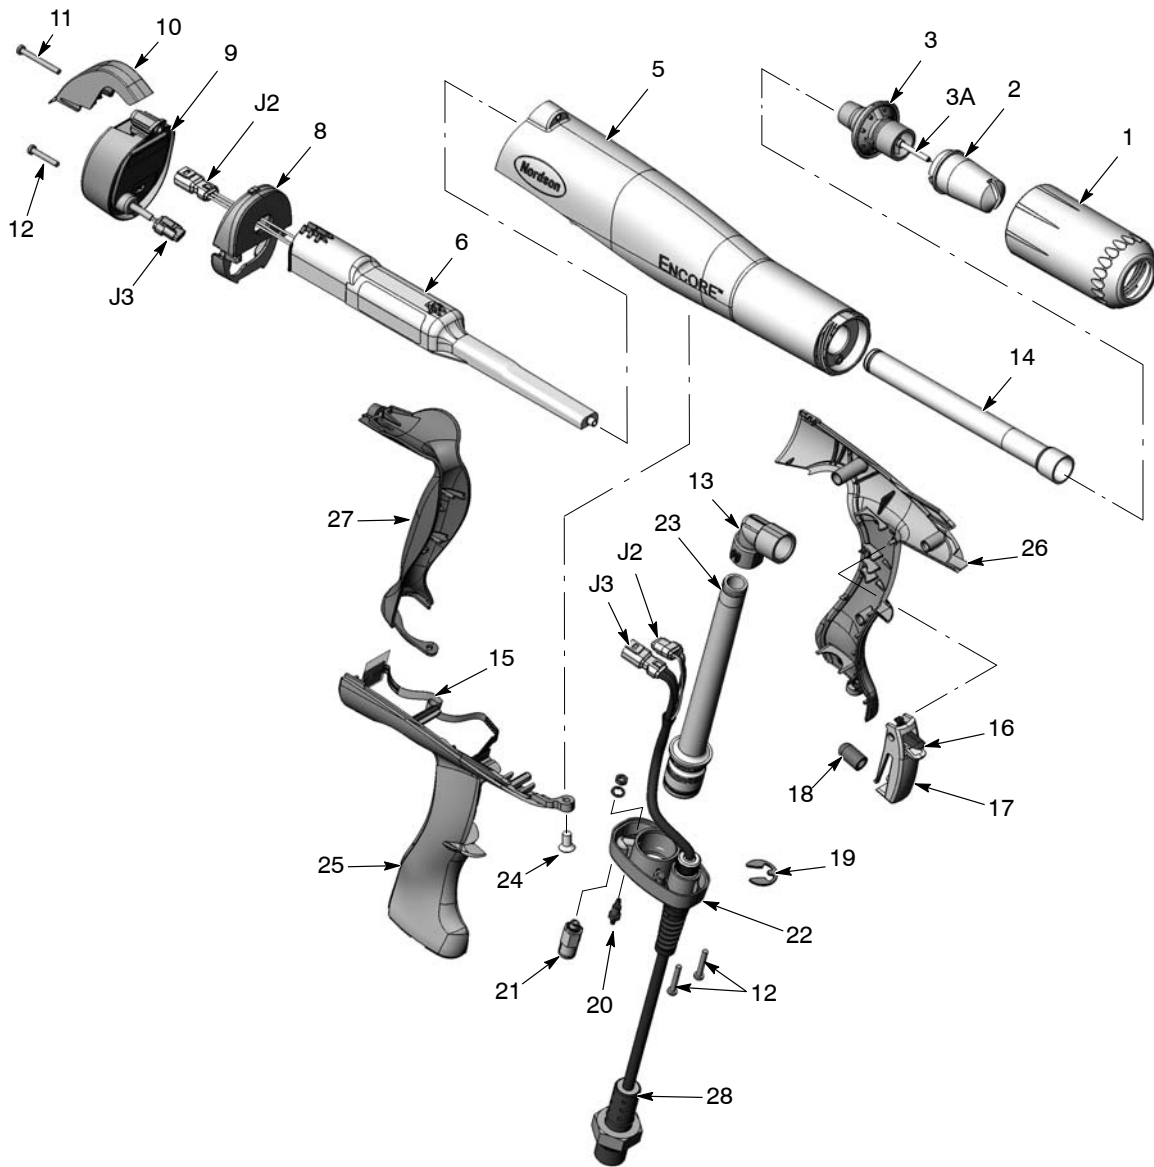
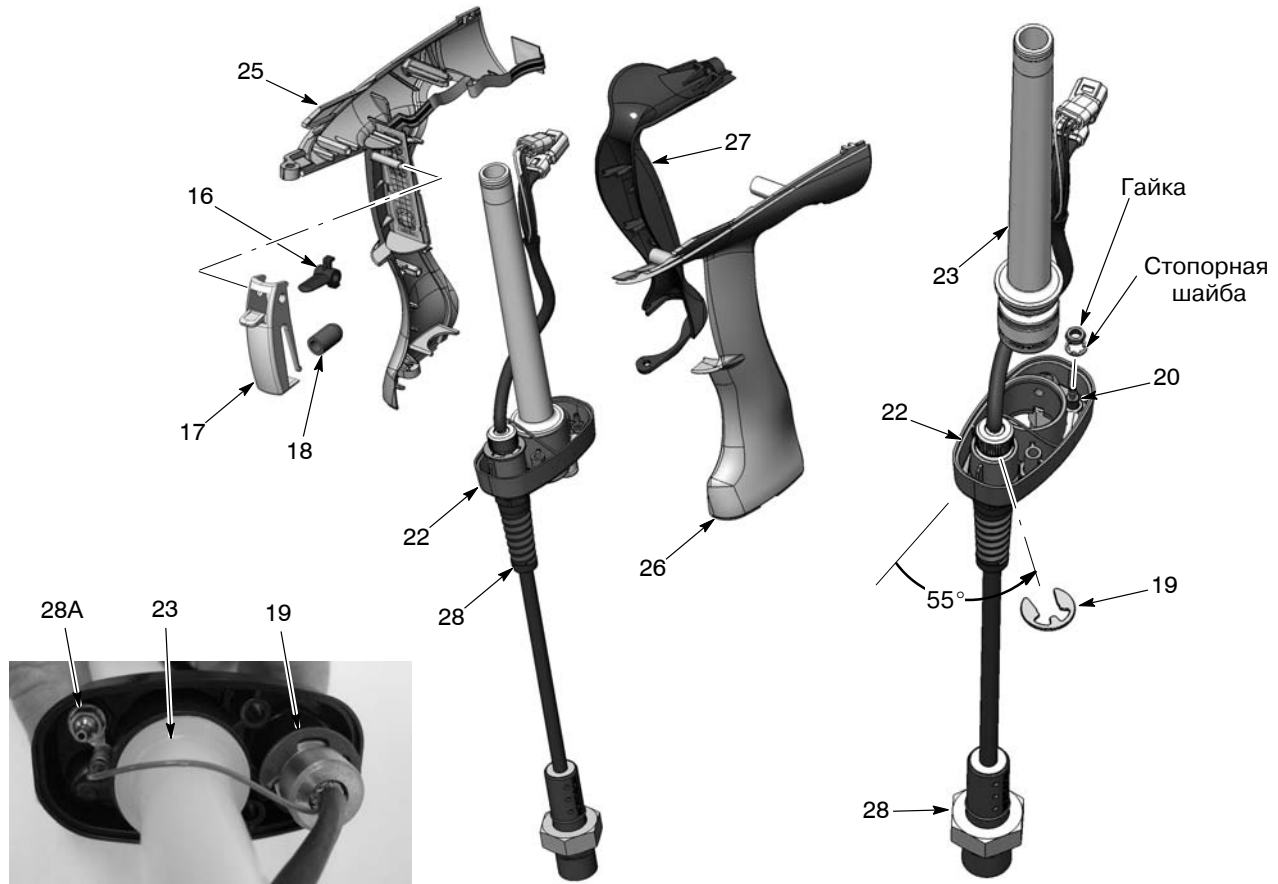
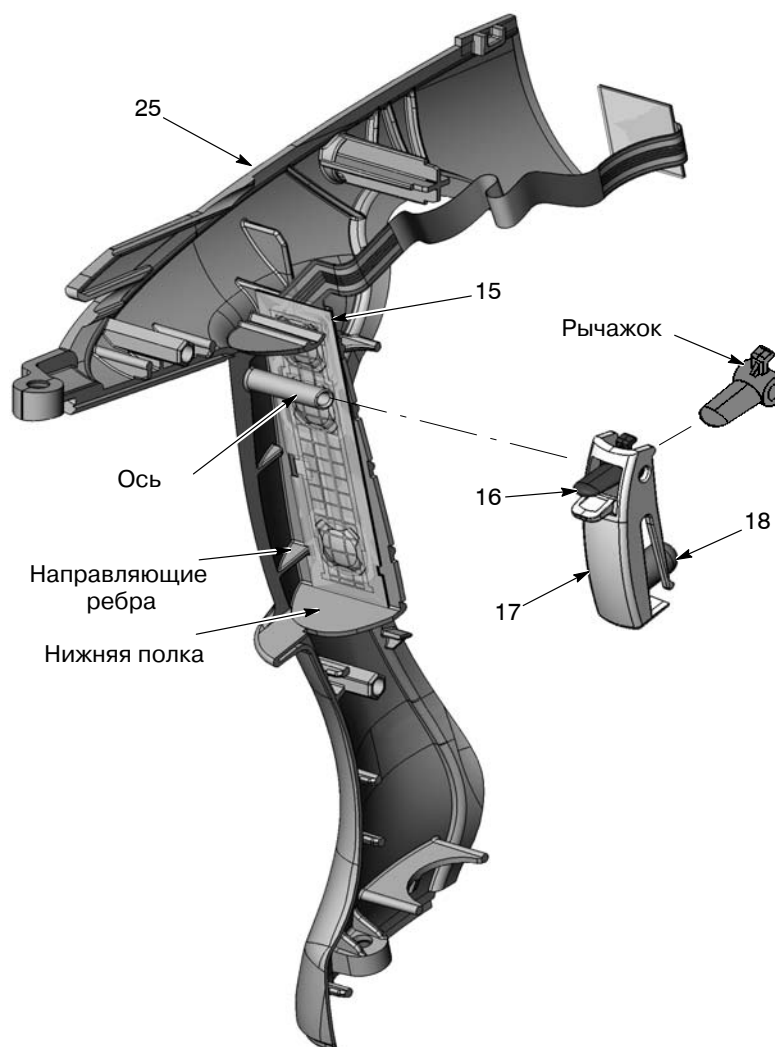

Рис. 5-3 Объемный вид распылителя с разделением деталей (нумерация как в спецификации запчастей)
Рис. 5-9 Завершение разборки распылителя
Рис. 5-10 Монтаж выключателя спусковой клавиши и самой спусковой клавиши
См. рис. 5-3, 5-4 и сопроводительные рисунки демонтажных операций.
12. См. рис. 5-9. Разъединить правую и левую половины рукоятки (25, 26).
14. Легким вращательным движением снять с основания впускную порошковую трубку (23).
15. Отвернуть гайку при помощи $\frac{1}{4}$ -дюймовой головки и снять стопорную шайбу с заершенного фитинга (20). Отсоединить от фитинга кольцевой наконечник провода заземления.
16. Осторожно снять стопорное кольцо (19) с кабеля (оно может отпружинить и потеряться), а затем снять кабель (28) с основания.
1. См. рис. 5-9. Продев кабель (28) сквозь основание рукоятки (22), закрепить его на основании стопорным кольцом (19). Установить стопорное кольцо под углом, указанным на рисунке.
2. Вставить двусторонне заершенный фитинг (20) в основание и надеть на фитинг кольцевой наконечник провода заземления. Поставив на фитинг стопорную шайбу с внутренними зубцами и гайку, затянуть гайку.
3. Если снимался обратный клапан (21, рис. 5-3), вернуть его в основание. Не перетянуть клапан.
4. Вставить впускную трубку с установленными уплотнительными кольцами (23) в основание рукоятки (22).
5. См. рис. 5-10. Если снимался выключатель спусковой клавиши (15), установить его на монтажную плоскость правой половины рукоятки (25), сориентировав выключатель с помощью направляющих ребер и нижней полки. С силой прижать выключатель, чтобы он зафиксировался на месте.
6. Установить приводной элемент (18) на выступ спусковой клавиши (17). Проверив ориентацию рычажка переключателя настроек (16), вставить его в спусковую клавишу. Совместить осевые отверстия спусковой клавиши, а затем надеть спусковую клавишу на ось в правой половине рукоятки.
10. См. рис. 5-9. Зацепив накладку заземления (27) за направляющие выступы в задней части рукоятки, повернуть накладку заземления на свое место и прижать к узлу рукоятки.